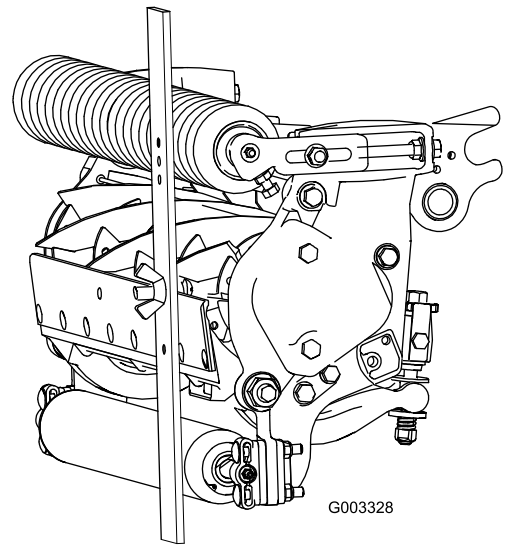

图18
3. 将螺丝头钩在底刀的刀刃上，并将调刀尺的后端放到后滚筒上（图18）。
4. 旋转调节螺丝，直到前滚筒接触到调刀尺(图18)。调节滚筒的两端，直到整个滚筒与底刀平行。